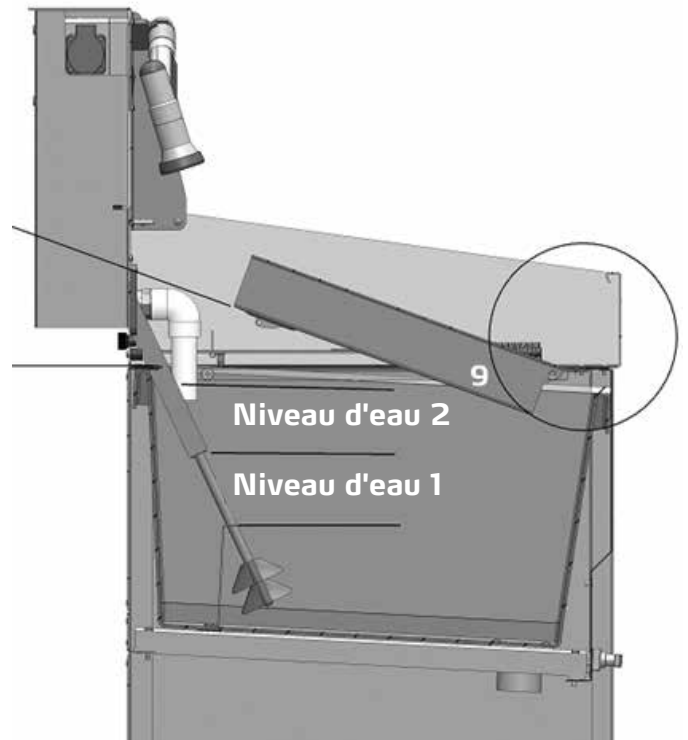

Fig. 4
- Nettoyage des rouleaux dans le bac de pré-lavage de rouleaux (bac de lavage en option = accessoires) (9) fig. 4
Avant que l'eau de lavage ne puisse être épurée par la suite du processus, un niveau d'eau minimum doit être atteint (niveau d'eau 1), fig. 4.
Se reporter à la figure 4. Le bac est accroché par les crochets de fixation (9) en l'inclinant légèrement d'environ 20° aux tourillons de réception.